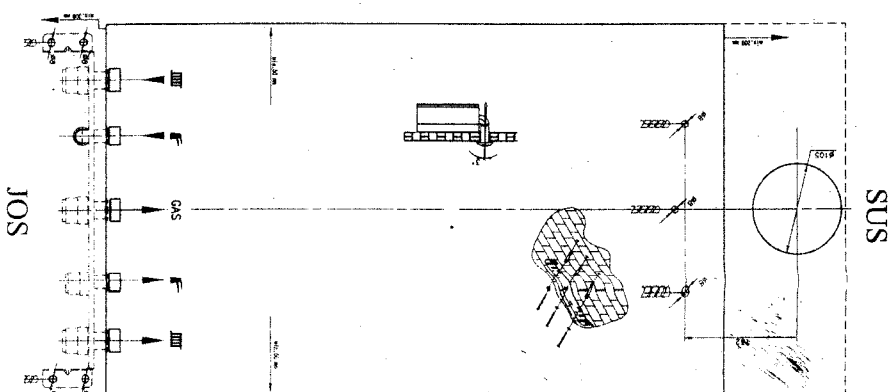

Figura 14
12.3 Se poziționează pe perete desenul de montaj, astfel încât să fie perfect vertical și orizontal (*Figura 14*).